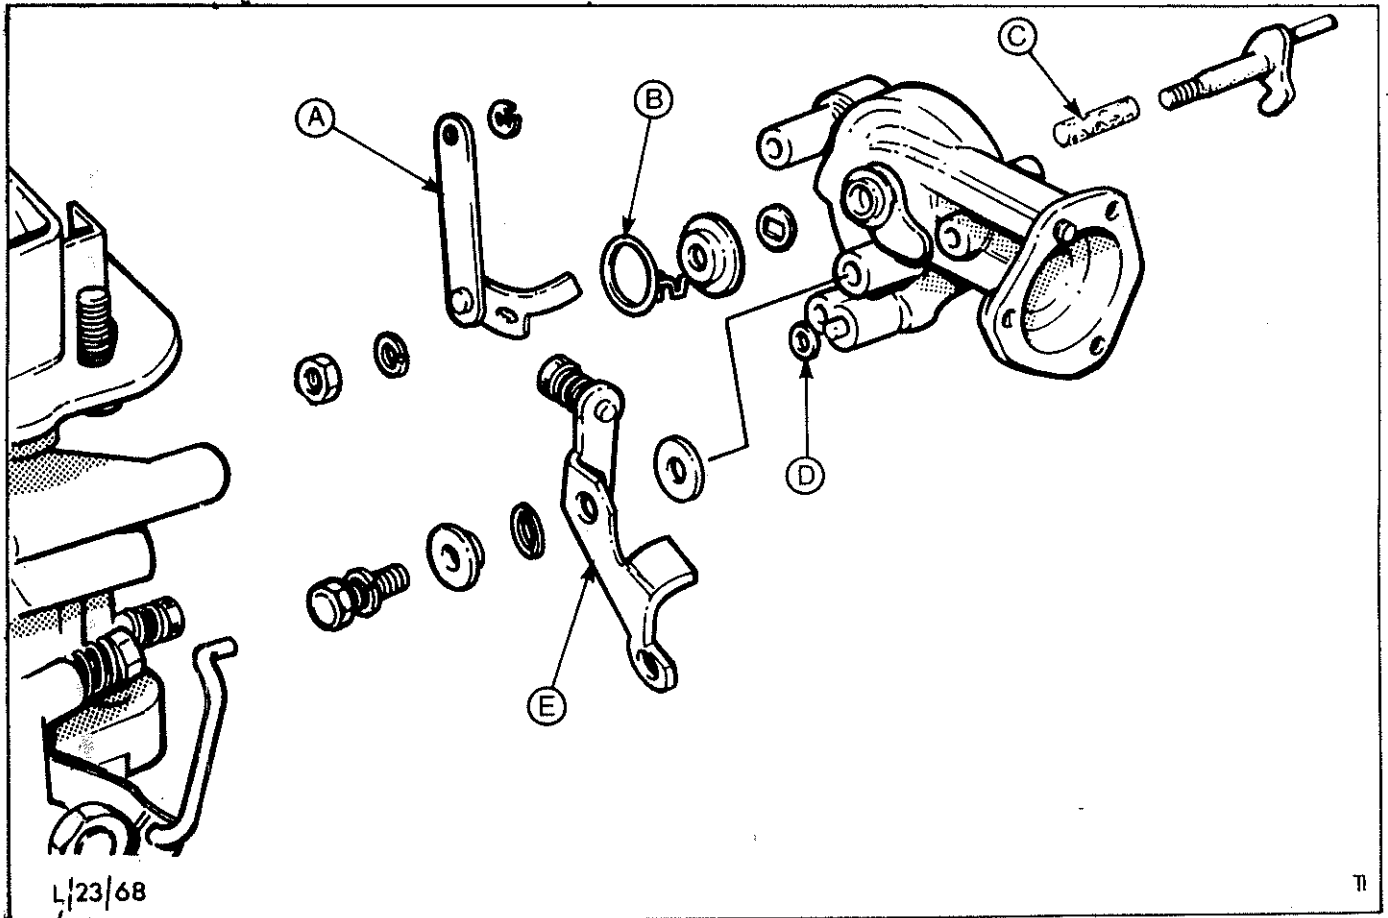

Abb.49 Startautomatik zerlegt
Unterdruckmembran auf Risse, O-Ring "D" in Abb.49 auf einwandfreien Zustand und andere Einzelteile auf Verschleiß und Beschädigung kontrollieren.
11. Alle Einzelteile der Startautomatik gemäß Abb.49 zusammenbauen.
13. Untere Verbindungsstange am Stufenscheibenhebel einhängen und Startautomatik-Gehäuse anschrauben. Vor dem Ansetzen des Gehäuses sicherstellen, daß der O-Ring "D" in Abb.49 um das Unterdruckröhrchen im Gehäuse richtig anliegt. Beim ansetzen des Gehäuses darauf achten, daß die Starterklappen-Verbindungsflasche durch die Staubdichtung im Vergaserdeckel eingeführt wird.